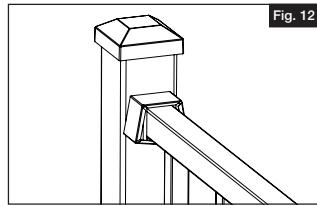

Fig. 12
- Écarter le bas du couvercle du support d'environ 1 po (25 mm). Il y a deux clips différents sur le côté inférieur du support, une bande solide (côté gauche) et une bande à trois doigts (côté droit). Envelopper le couvercle autour de la traverse aussi près que possible du poteau (Fig. 12).